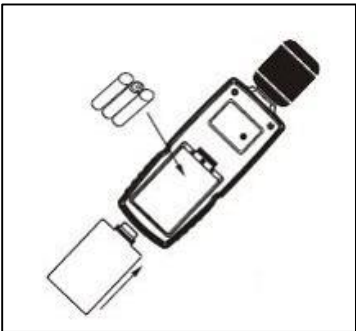

Рисунок 4.
- 1. Откройте крышку батарейного отсека прибора и установите соответствующим образом 3 батарейки типа AAA 1.5В (см. Рисунок 4).